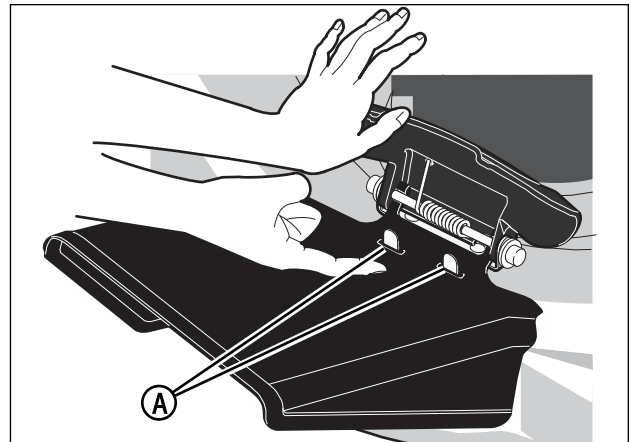

Figura 9: linguette di bloccaggio del deflettore di scarico laterale
3. Abbassare il deflettore laterale. Verificare che la linguetta di bloccaggio (**A, Figura 9**) si inserisca nella scanalatura del deflettore laterale.